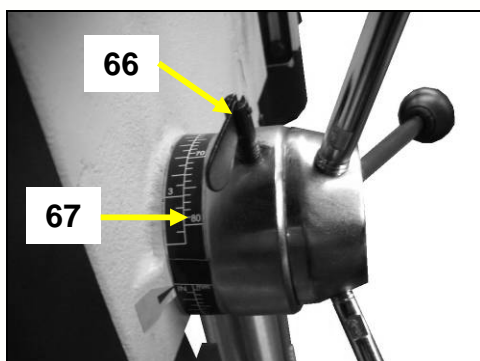

Fig 31
- Desserrez la vis papillon (66) (Fig 31) et vérifiez que la broche est en position haute.
- Faites tourner le collier (67) jusqu'à ce que l'indicateur pointe sur la profondeur de perçage voulue.
- Resserrez la vis papillon (66).